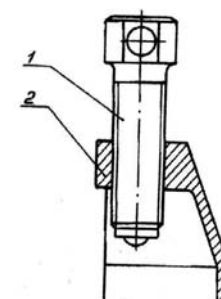

Рис. 8. Съемник наконечников рулевых тяг: 1 — винт; 2 — корпус
- Съёмник наконечников рулевых тяг показан на рис. 8.